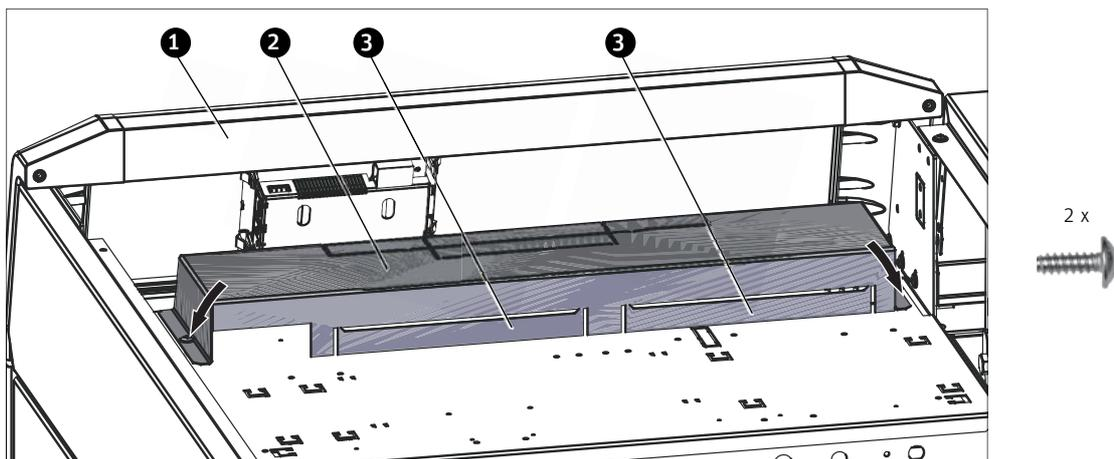

Fig. 145 Infilare la copertura e avvitarela
- Nella copertura per i morsetti di collegamento, piegare i passacavo verso l'interno e fissare la copertura con 2 viti autofilettanti – Fig. 145.